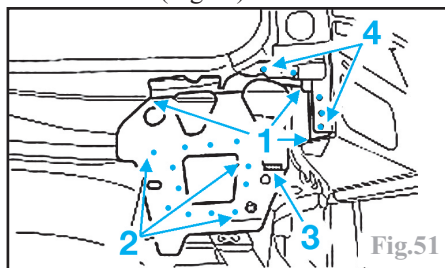

Fig.51
Découper grossièrement (1), fraiser les points de soudure (2), meuler le cordon de soudure (3) et les points de soudure (4) côté intérieur (Fig.51)